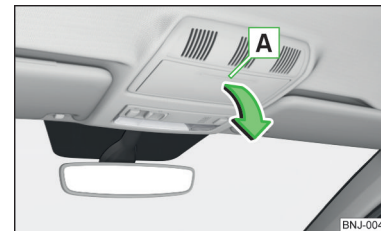

Abb. 82
- Auf den Deckel des Brillenfachs im Bereich **A** » Abb. 82 drücken.
- Das Fach entgegen der Pfeilrichtung schwenken » Abb. 82, bis dieses hörbar einrastet.